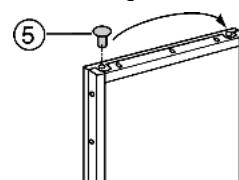

Fig. 5
- ▶ Permuter les bouchons du support d'appui Fig. 5 (5)